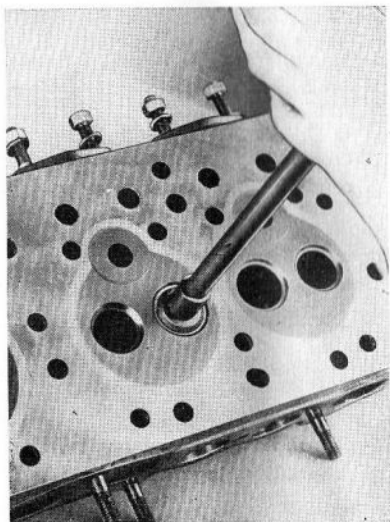

Bild 27.
3. Snurra ventilen fram och tillbaka under jämnt tryck, så som visas på bild 27, medelst ett ventilslipverktyg med gummisugfot.